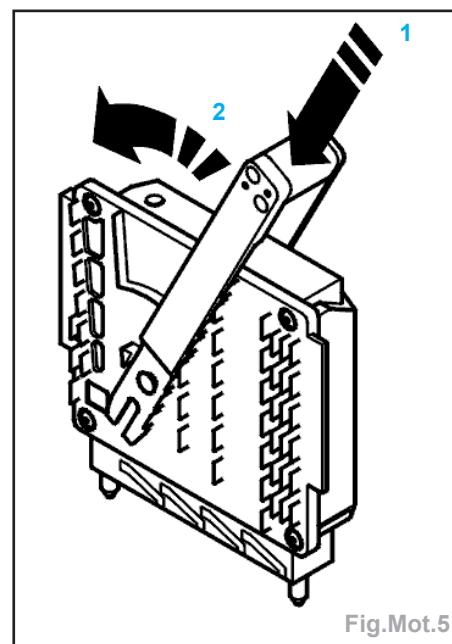

Fig.Mot.5
- Insérez l'outil **999 5722** autour du module de commande (Fig.Mot.5).